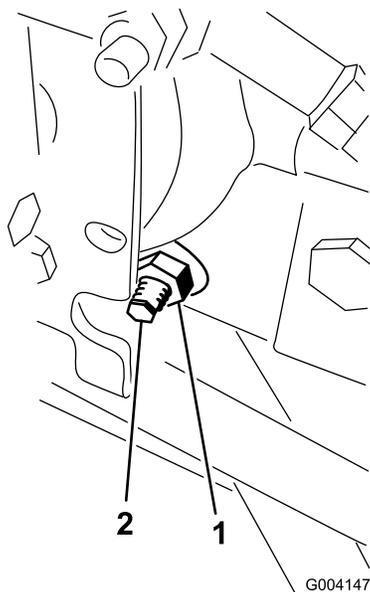

Figura 69
3. En el lado derecho del hidrostato, afloje la contratuerca de la leva de ajuste de tracción (Figura 69).